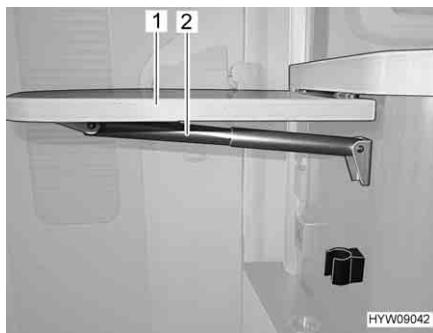

Fig. 89 Tavolo ribaltabile su bancone
- Afferrare in basso il tavolo ribaltabile su bancone (Fig. 89,1) e tirandolo leggermente estrarlo dall'incastro.
- Orientare il piano del tavolo verso l'alto, fino all'aggancio dell'elemento di fissaggio del supporto telescopico (Fig. 89,2). Rilasciare il piano del tavolo.